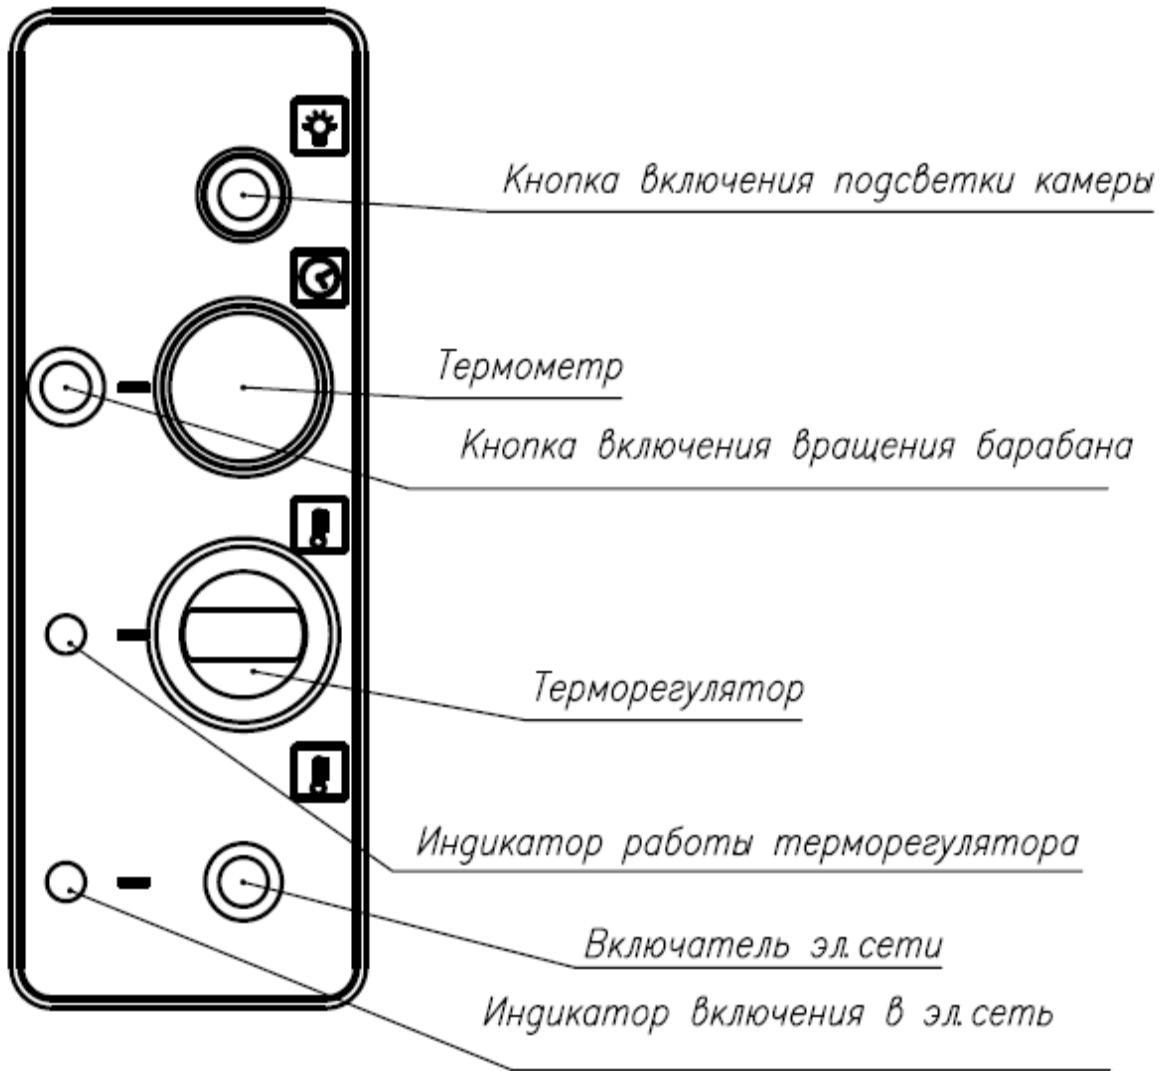

Рисунок 2
- 8.3. Нажать кнопку питания см. рис.2.
- 8.4. Включить освещение жарочной камеры гриля кнопкой, см. рис.2
- 8.6. Включить ТЭНЫ поворотом ручки терморегулятора по часовой стрелки до необходимой температуры рис.2. В процессе приготовления переключать необходимую температуру.
- 8.7. Включить вращение барабана при помощи кнопки на лицевой панели гриля слева рис.2.